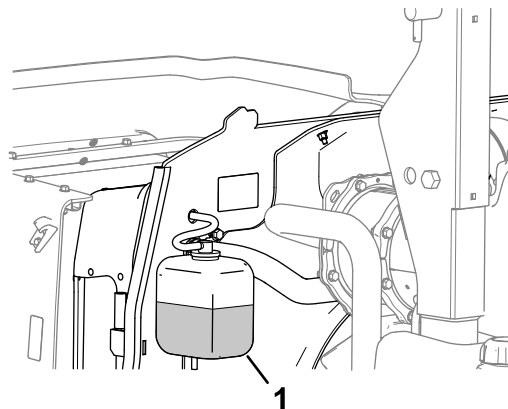

Figure 62
1. Vérifiez le niveau du liquide de refroidissement dans le vase d'expansion (Figure 62).